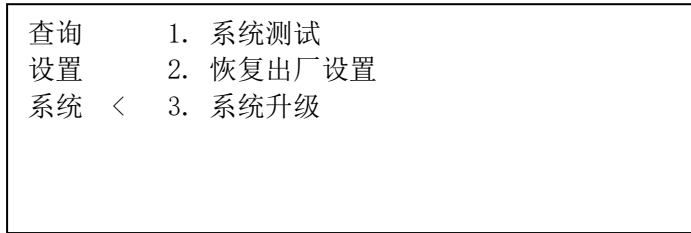

图5-25
- ① 按“功能”键进入选项菜单，按【↑】【↓】键进入系统菜单。（图5-25）